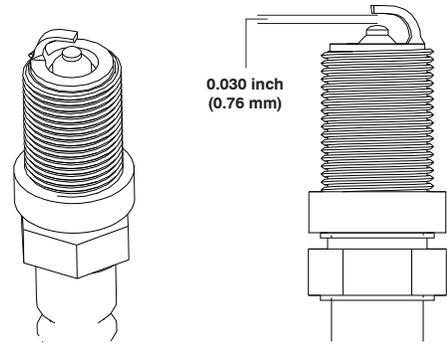

Figure 30
18. Définir le jeu de la bougie sur 0,030 po (0,76 mm) (Figure 30)
1. Retirer le couvercle du côté d'entraînement en déposant les six vis de la façon indiquée à la (Figure 30).